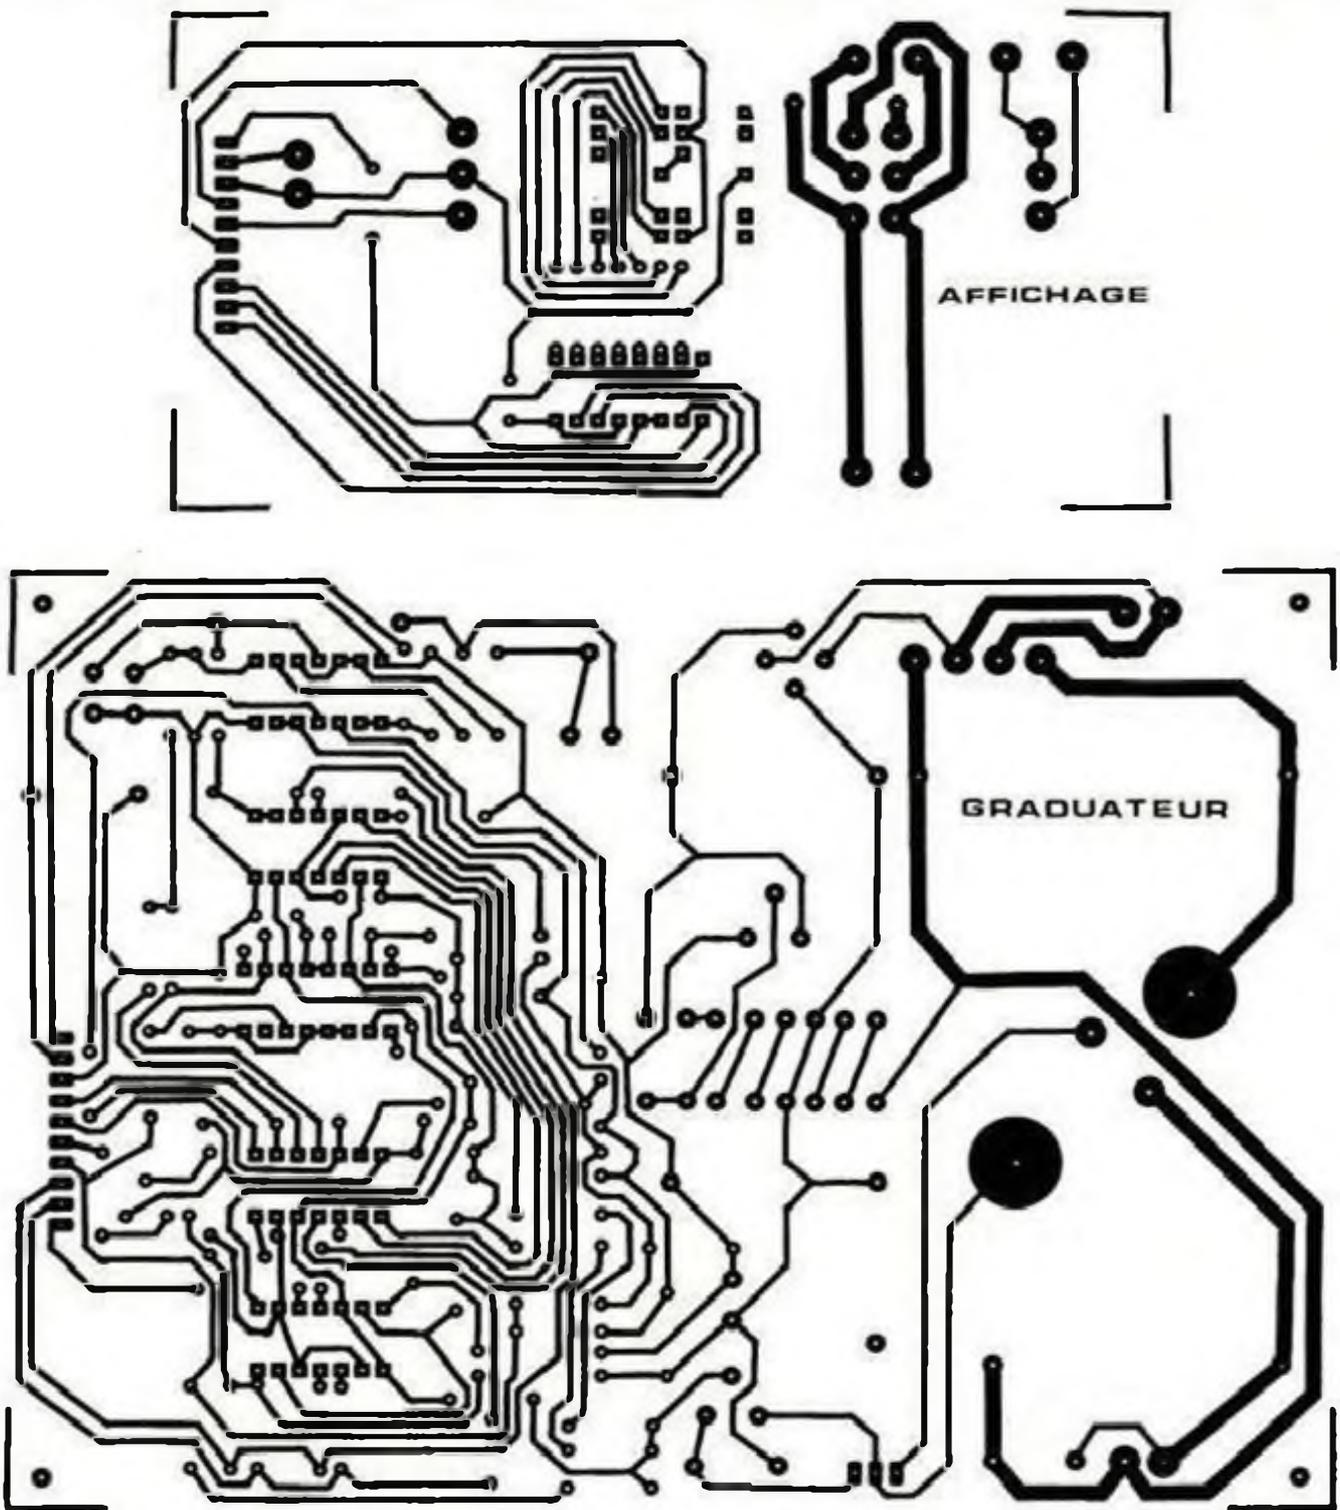

Fig. 9 Tracés des circuits imprimés à l'échelle
a) Les circuits imprimés (fig. 9)